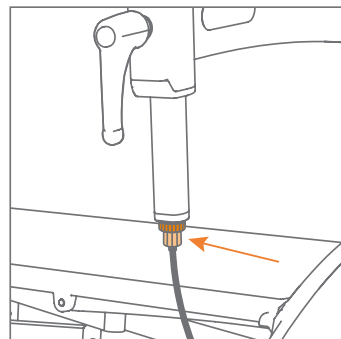

Abbildung 71: Einstellung der Bremse über die Einstellschraube direkt unter dem Sicherungsring.
- b. Lösen Sie zunächst den Sicherungsring (ziehen Sie das Kabel nach unten, um es leichter zu machen). So können Sie die darunter liegende Einstellschraube anziehen oder lösen (**Abbildung 71**).